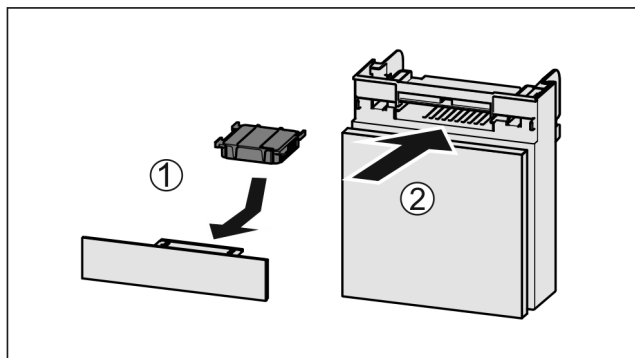

Fig. 35
- ▶ Wkładać Fig. 35 (1) filtr z węglem aktywowanym zgodnie z ilustracją.
- ▶ Wsunąć komorę Fig. 35 (2).